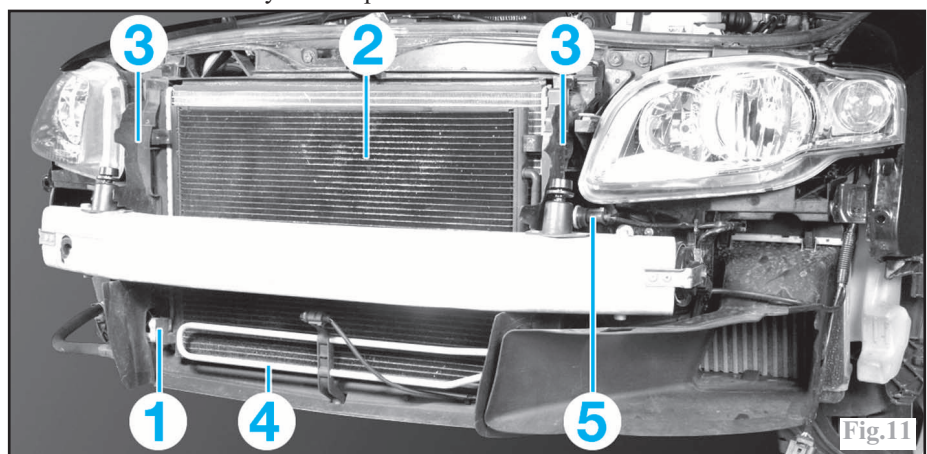

Fig.11
-les conduites (1) au niveau du condenseur (2) (Fig.11).
-les guidages d'air (3) entre le pare-chocs et le condenseur.